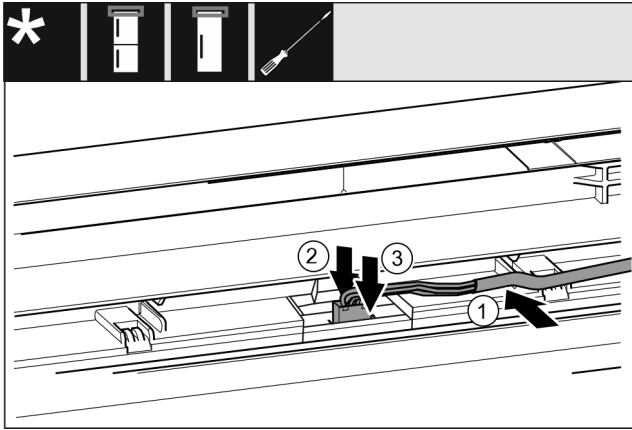

Fig. 44
- ▶ Grijs kabel in de geleiding in de bovenste deur plaatsen. Fig. 44 (1)
- ▶ Grendelnok naar achteren drukken. Fig. 44 (2)
- ▶ Stekker vastklikken. Fig. 44 (3)